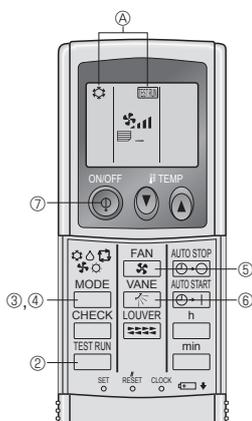

Fig. 7-5
7.2.2. Med trådløs fjernbetjening (Fig. 7-5)
① Tænd for strømmen til enheden mindst 12 timer, før testkørslen skal udføres.
② Tryk på -knappen to gange.